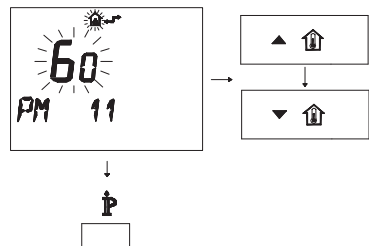

Figura 5.51
- Per modificare il SET programmato agire sui pulsanti ▲ **U** o ▼ **U** e aspettare che il numero programmato cominci a lampeggiare (Figura 5.51). Ogni passo incrementato o decrementato corrisponde a 1 secondo.